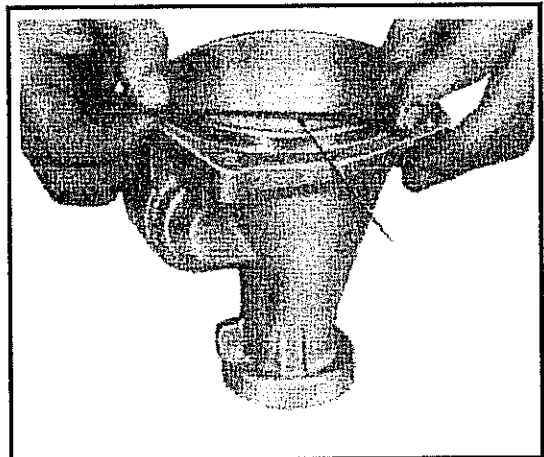

Abb. 10-138 Dichtung am Umfang der Getriebegehäuseverlängerung
- Den O-Ring mit rechteckigem Querschnitt an der Gehäuseverlängerung anbringen. Siehe Abb. 10-138.